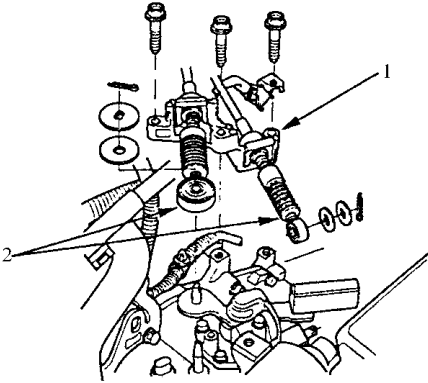

图 4-29 拆卸电缆支架
如图 4-29 所示，辅助油缸和护罩一旦被拆除，千万不要对离合器踏板进行操作。
- 7) 如图 4-29 所示，首先拆卸电缆支架，然后将电缆从变速器壳体的上端断开。小心电缆和电缆支架一起拆卸，以免弄弯电缆。